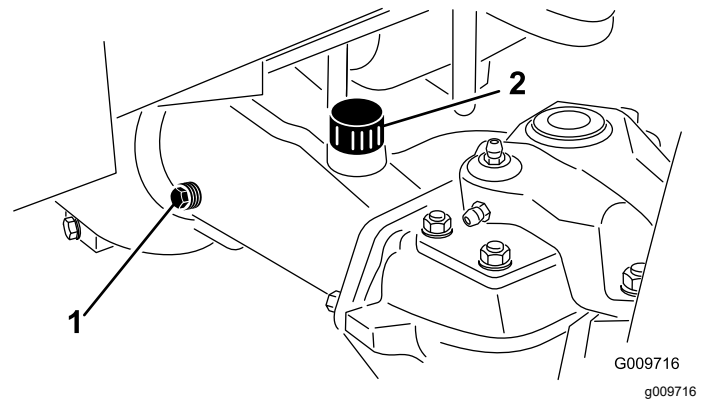

Figure 79
2. Enlevez un bouchon de contrôle à une extrémité du pont et vérifiez que le lubrifiant atteint la base de l'orifice (Figure 79).